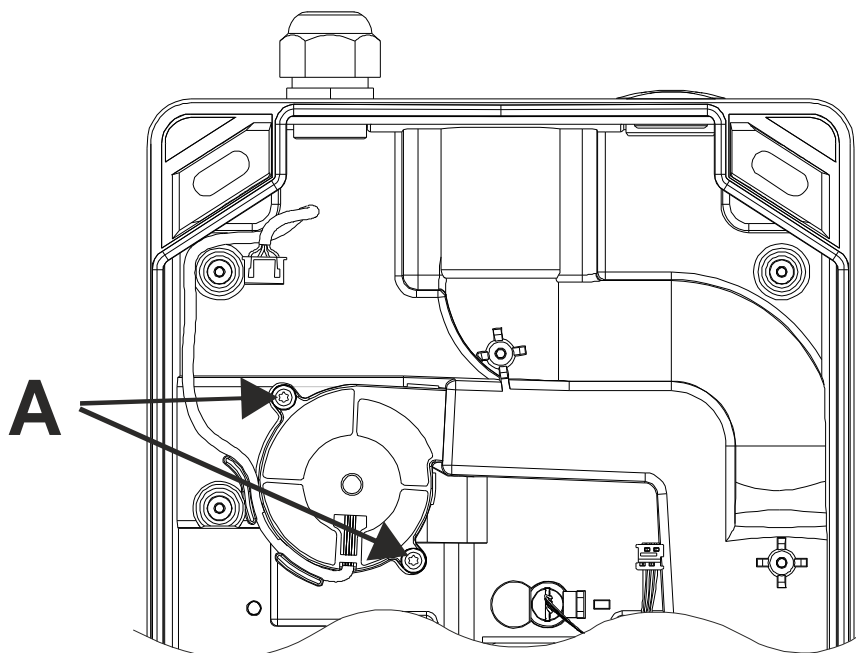

Bild 51 Borttagning av sugavluftning
- Ta loss de två skruvarna (A) på sugavluftningen med en Torx-skruvmejsel T15 (se Bild 51).